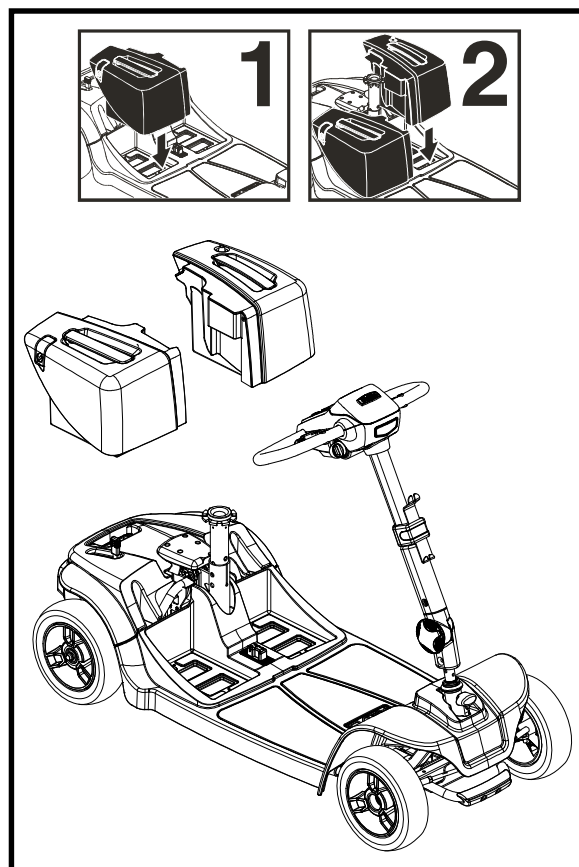

Figura 23 Scatola batteria Installazione dei modelli 66 e 67
12. Reinstallare le batterie sullo scooter e impegnare la batteria bloccaggio delle batterie. Rimontare sempre la batteria laterale destra pacco prima. **Vedere figura 23.**